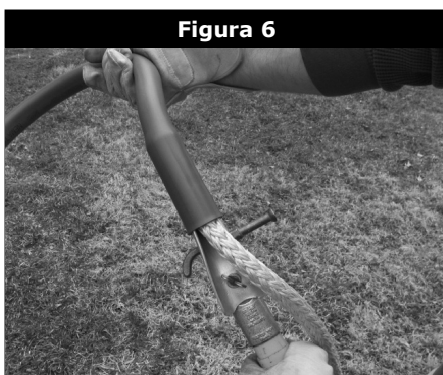

Figura 6
- Etapas 2. Instale a ferramenta de instalação/remoção no final do poste de extensão telescópico:** Prenda a ferramenta de instalação/remoção no final de um poste de extensão telescópico testado para dieletricidade. Insira a ferramenta de instalação/remoção no tubo de ancoragem para que a extremidade do cabo de segurança alinhe-se ao sulco afunilado do adaptador (Figura 6).